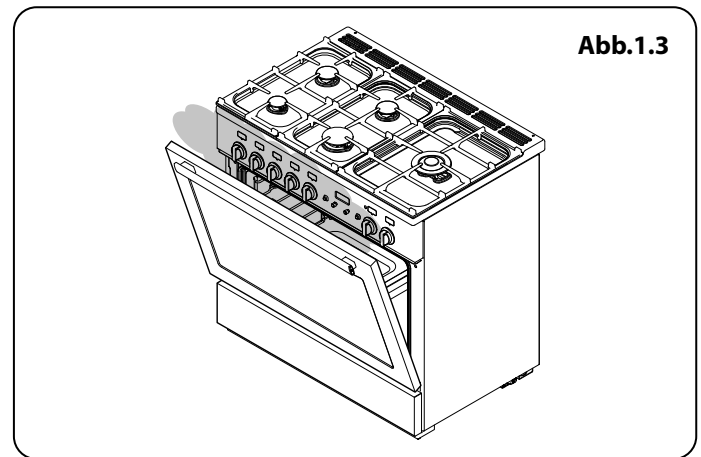

Abb.1.3
- Beim Zubereiten von Speisen mit hohem Feuchtigkeitsgehalt kann ein „Dampfstoß“ auftreten, wenn die Backofentür geöffnet wird. Treten Sie beim Öffnen des Backofens zurück und lassen Sie eventuell vorhandenen Dampf austreten (**Abb.1.3**).